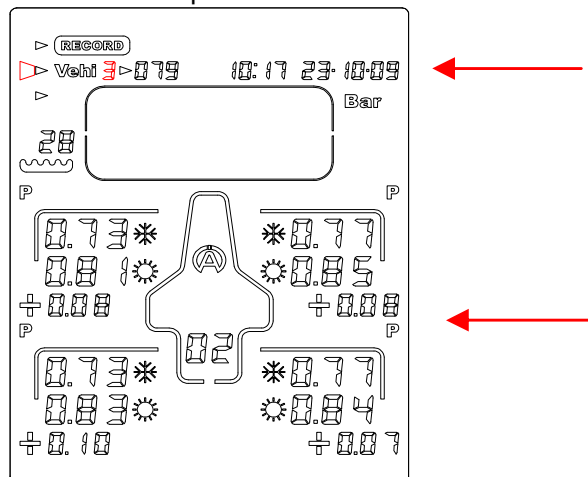

Figure 2
- 2) Avec le bouton ou sélectionnez l'icône « **Vehi** » (figure 2)
- 3) Avec le bouton ou sélectionnez le véhicule désiré (5 au total) (figure 2)